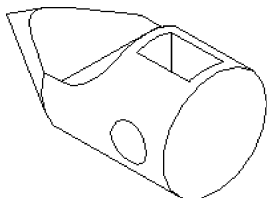

图 13-9 消隐后的实体
(8) 单击“三维工具”选项卡“建模”面板中的“长方体”按钮,以(35,0,-10)为角点,创建长30、宽30、高20的长方体。然后将实体与长方体进行差集运算。消隐结果如图13-9所示。